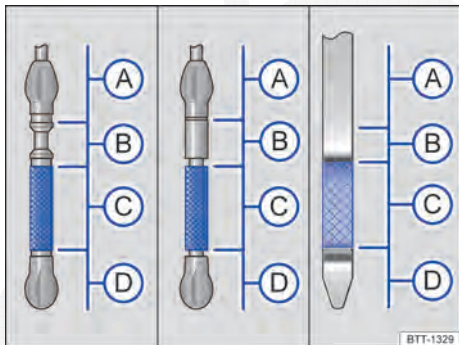

Fig. 260 Vareta de medição do óleo do motor com marcas de nível do óleo do motor (variantes).
◀ Legenda para Fig. 260:
7. Retirar novamente a vareta de medição do óleo e ler o nível no óleo do motor na vareta de medição → Fig. 260 da seguinte maneira:
- (A) Nível do óleo do motor muito alto. Se for o caso, observar a mensagem no display do instrumento combinado e **procurar uma oficina especializada** → ①.
- (B) **Não reabastecer com óleo** → ①. Continuar com a etapa 16.
- (C) Nível do óleo do motor Ok. O óleo do motor pode, no caso de alta demanda do motor → Página 366, ser reabastecido até o **limite superior dessa área**. Continuar com a etapa 8 ou 16.
- (D) Nível do óleo do motor muito baixo. **Imprescindível reabastecer o óleo do motor**. Continuar com a etapa 8.
12. Verificar novamente o nível do óleo do motor na vareta de medição do óleo antes de reabastecer mais uma pequena quantidade de óleo do motor. Nunca reabastecer com óleo do motor em excesso → ①.
13. Ao final do processo de reabastecimento, o nível do óleo do motor deve se situar no meio da área → Fig. 260 (C). Ele não deve ficar acima de (C), na área (B) e não deve ficar na área (A) → ①.
14. Se, por descuido, foi reabastecido muito óleo de motor e o nível de óleo de motor estiver na área → Fig. 260 (A), **não ligar o motor**. Informar a empresa especializada e, se necessário, procurar ajuda técnica.
- Se, por descuido, foi reabastecido muito óleo de motor e o nível de óleo de motor estiver na área → Fig. 260 (A), não ligar o motor. Informar a empresa especializada e, se necessário, procurar ajuda técnica. Caso contrário, o catalisador e o motor podem ser danificados!
O nível do óleo do motor não deve se situar na área → Fig. 260 (A). Caso contrário, o óleo pode ser aspirado pela ventilação do cárter e chegar à atmosfera por meio do sistema de escape.
Em caso de alta demanda do motor, o nível do óleo do motor deve estar na área permitida → Fig. 260 (C), como, por exemplo, em longas conduções por estradas durante o verão, na condução com reboque → Página 179 ou durante travessias de montanhas.